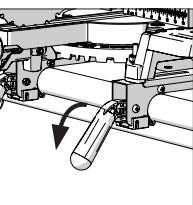

Fig. 12
- Bloquee los soportes en posición bajando ligeramente las palancas de bloqueo. (**Fig. 12**)
- Una vez que la sierra ingletadora esté colocada correctamente sobre la base, apriete de forma segura los cuatro (4) pernos de montaje.